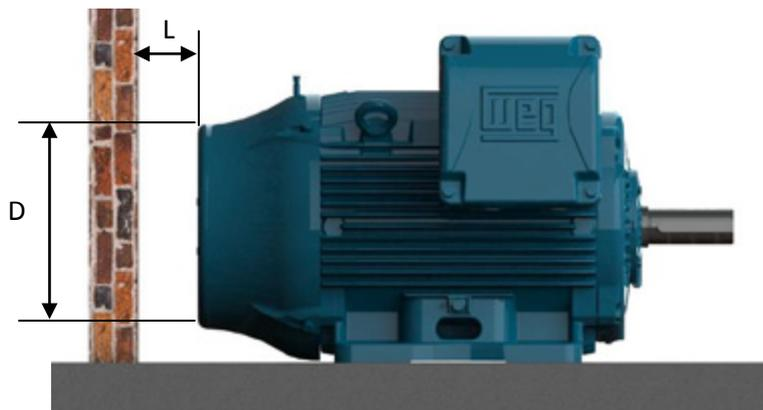

Figure 7.1- Distance minimale de sécurité par rapport au mur
- Assurez-vous que les ouïes d'entrée et de sortie d'air ne sont pas bloquées. La distance minimale de sécurité par rapport au mur le plus proche (L) doit être d'au moins $\frac{1}{4}$ du diamètre du capot de ventilation (D), voir la Figure 7.1. La température de l'air d'admission doit être à égale à la température ambiante.